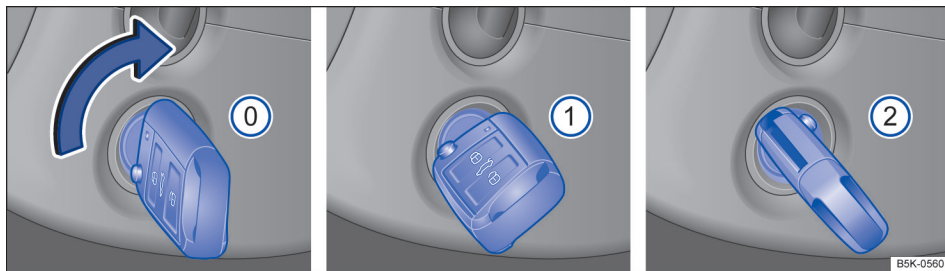

图 86 启动按钮。
汽车钥匙的位置 → 图 86
如果汽车钥匙长时间处于点火开关中的位置 ⇒ 图 86① 处，则 12V 车辆蓄电池会缓慢放电。
1.	将汽车钥匙转到位置 ⇒ 图 86 ①，接通点火开关。
4.	将汽车钥匙转到位置 ⇒ 图 86② - 不踩下油门，握住汽车钥匙并保持一段时间，直至组合仪表中的 READY 指示灯亮起。松开汽车钥匙，汽车钥匙返回至位置 ⇒ 图 86①。行驶功率表的指针位置从 OFF 指向 0 ，松开制动踏板。
| 3. | 将汽车钥匙转到 → 图 86  ，行驶功率表的位置从 0 指向 OFF 下面的位置。 |